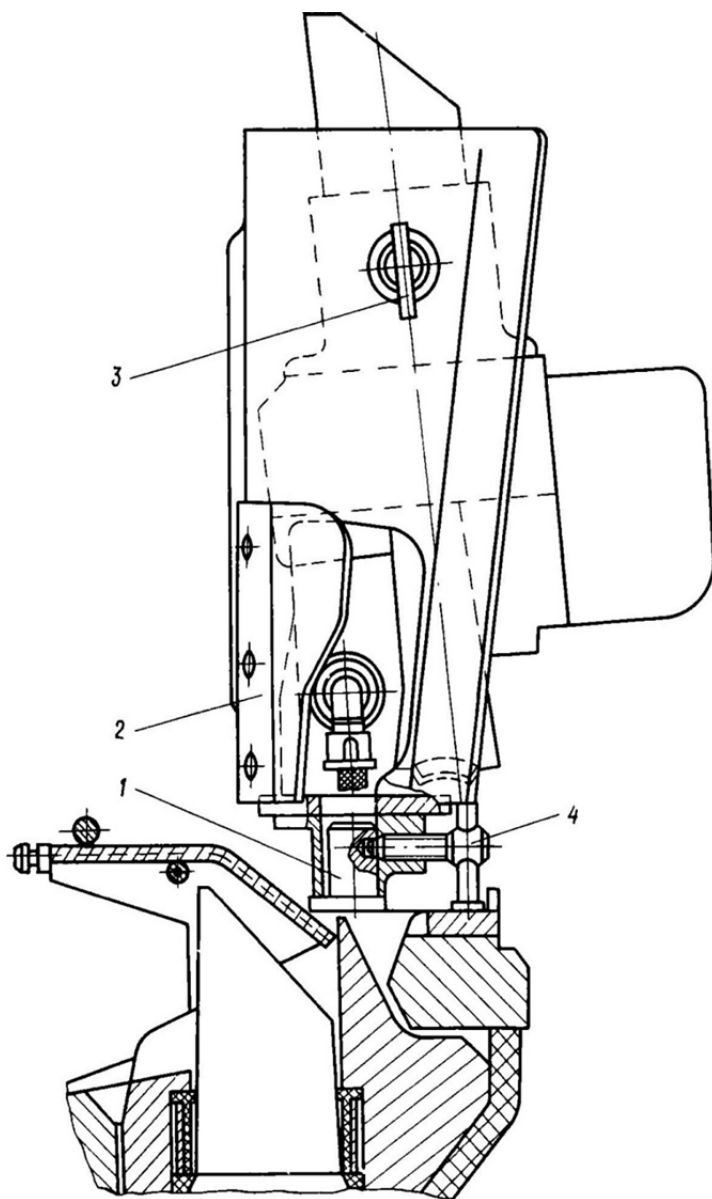

Рис. 3.2. Установка прибора ТВНЕ-4Б «по-походному»:
– закрепить кронштейн 2 (рис. 3.2) на оси 1 и зафиксировать с помощью стопора 4;